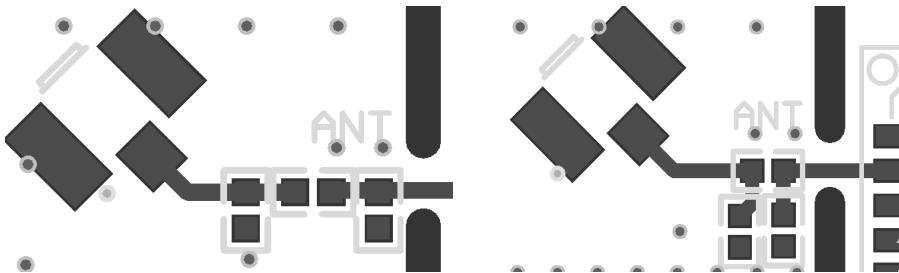
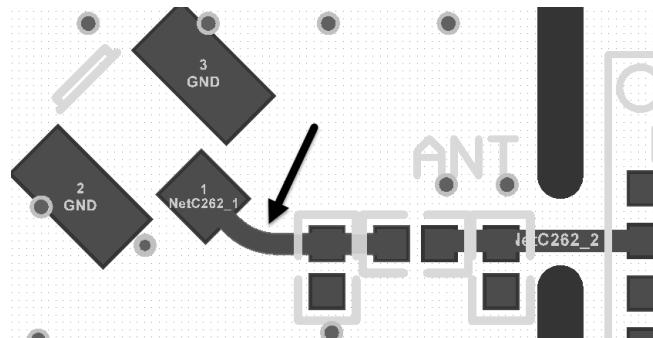

图 15-49 WIFI/BT 天线错误的走线方法
图 15-50 WIFI/BT 天线正确的走线方法
(10) 天线及微带线宽度设计要考虑到阻抗，阻抗严格为 (50 ± 10) ohm。走线下方需要有完整的参考平面作为 RF (射频) 信号的参考地，天线布线越长，能量损耗越大，因此在设计时，天线路径越短越好，不能有分支出现，不能打过孔。图 15-49 所示为 WIFI/BT 天线错误的走线方法。天线走线需要转向时，不可以用转角的方法，要用弧形走线。图 15-50 所示为 WIFI/BT